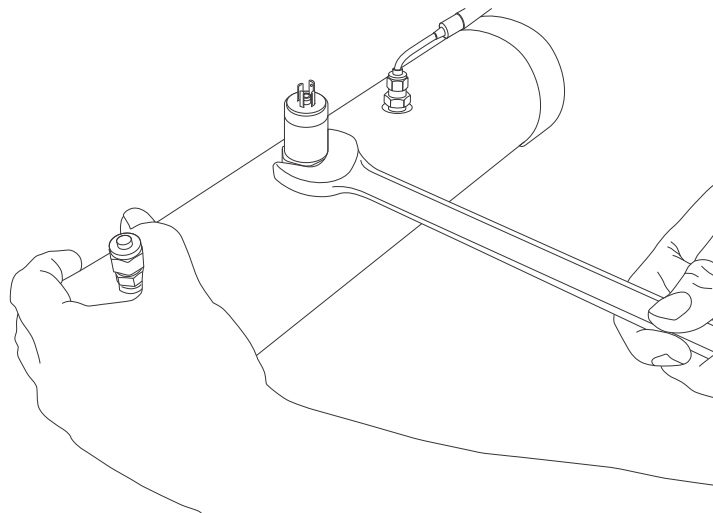

Abbildung 33: Alten Drucksensor entfernen
12. Die Messzelle mit einer Hand festhalten und einen 7/8 in.-Schraubenschlüssel verwenden, um den alten Drucksensor, der ausgetauscht werden soll, zu entfernen, wie in Abbildung 33 unten dargestellt ist.